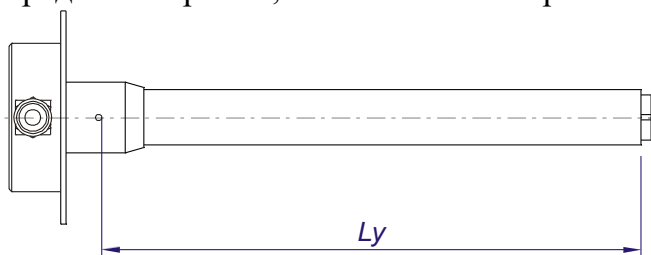

Рис. 1.1 - Диапазон измерений уровня
- 1 Диапазон измерений уровня - расстояние  $L_y$  от нижнего среза металлической трубы зонда - нижний предел измерений, до нижней кромки дренажного отверстия - верхний предел измерений, в соответствии с рис. 1.1: